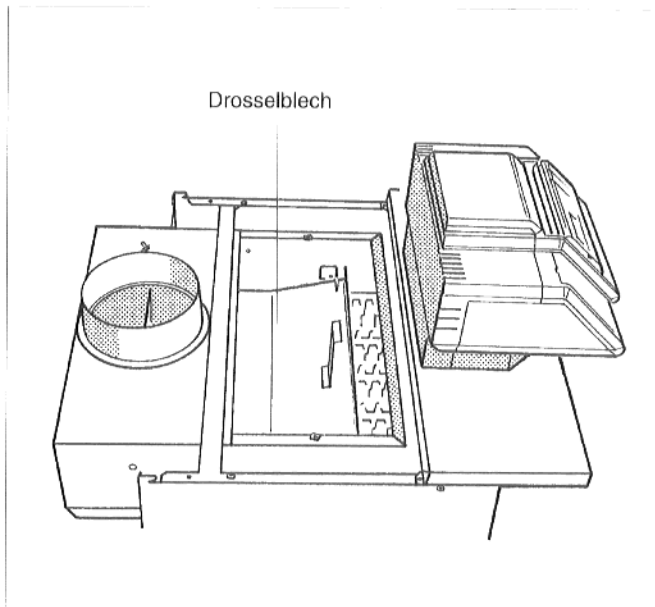

Abb. 1: Drosselblech
- Drosselblech herausnehmen (Abb. 1).